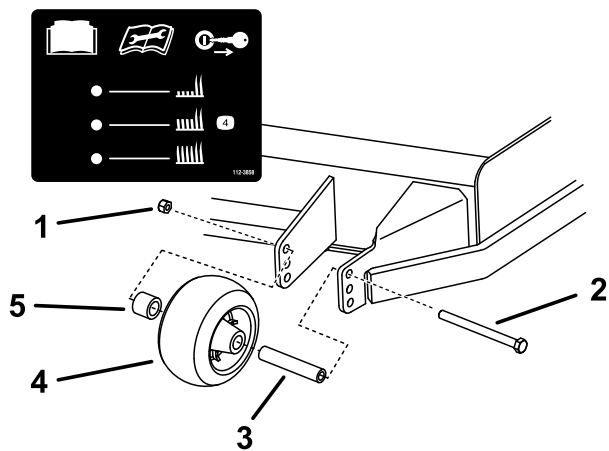
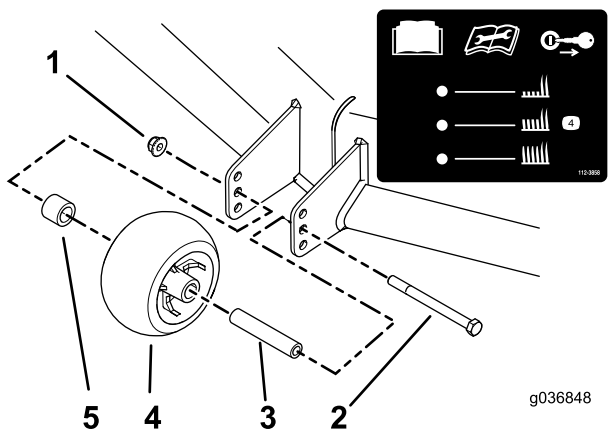

Figura 30
Figura 31
3. Ajuste los rodillos protectores del césped, tal y como se muestra en la Figura 30 y la Figura 31.